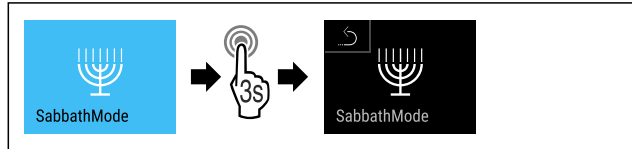

Fig. 11
- ▶ Провести етапи операцій (див. Fig. 11).